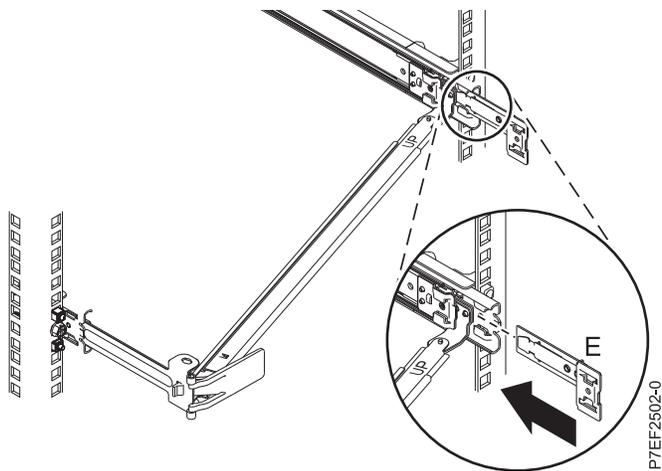

図 15. 拡張ブラケットをスライド・レールに取り付ける
4. 拡張ブラケット (E) を右側のスライド・レールにスライドします。 12 ページの図 15 に示すように、バネ式のラッチが所定の位置に収まるまで、ブラケットをスライド・レールに押し込みます。